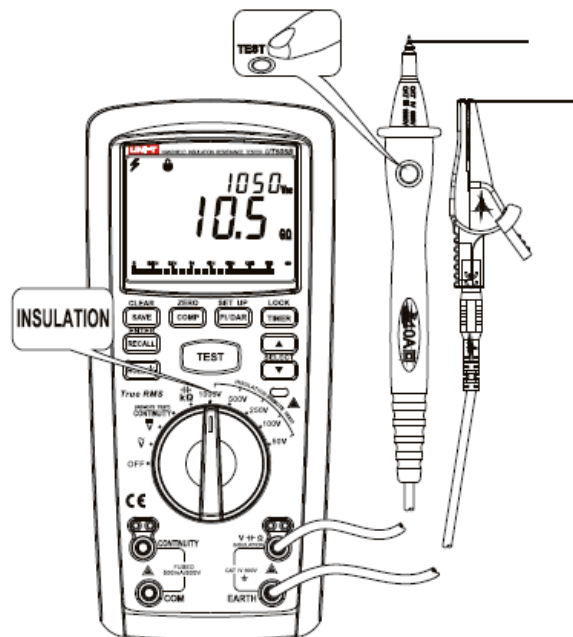

Fig. 9 Masurarea rezistentei de izolatie
5. Masurare rezistenta de izolatie (vezi fig. 9)
6. Masurare index polarizare si rata de absorbtie dielectrica (vezi fig. 9)